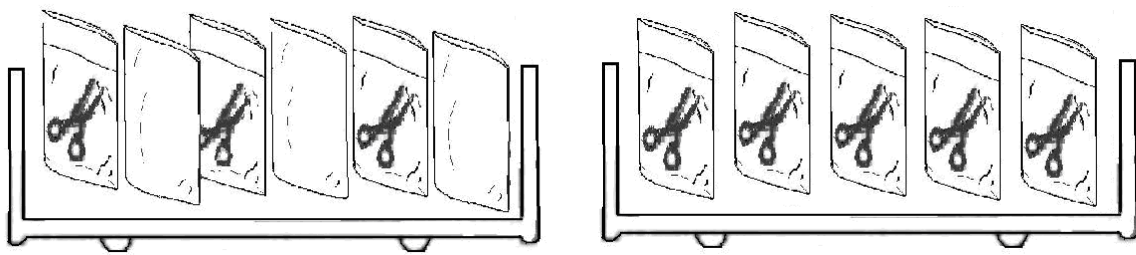

Figura 59
- C. Si los implementos son empacados con las mangas para esterilización y se colocan dentro de la caja de esterilización, asegúrese de desplegar los artículos según se muestra en la Figura 59.